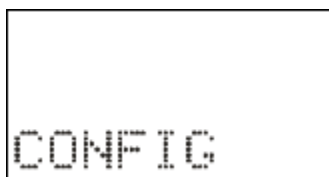

Figura 3.3: Sinalização do menu CONFIG.
c) pressionar a tecla **F** para acessar os menus principais de programação. O relé sinaliza entrada no menu principal CONFIG como mostrado na figura 3.3.